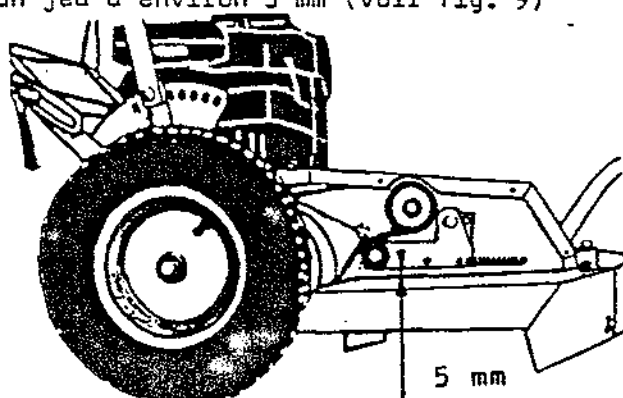

Figure 9
- Régler la vis de réglage de telle façon que lorsque la poignée se trouve en position d'arrêt, il y ait entre le galet et le couvercle supérieur de la tondeuse un jeu d'environ 5 mm (voir fig. 9)